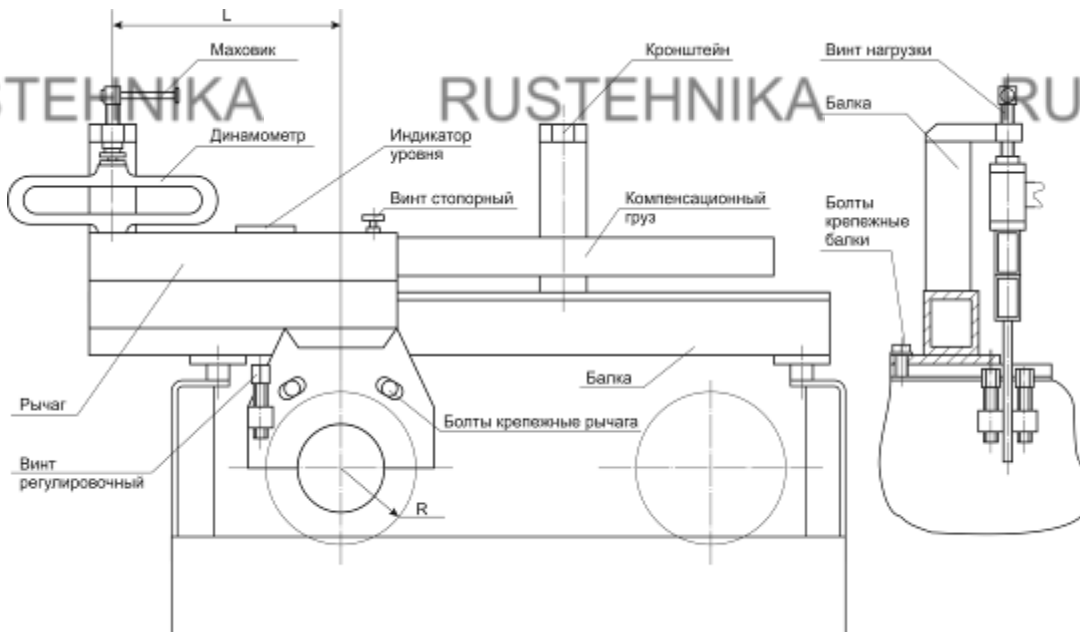

Рис.5. Устройство для поверки датчиков тормозной силы тормозного стенда СТМ 13000
б) снять верхнюю крышку роликовой установки (рис.5);
- а) снять верхнюю крышку роликовой установки (рис.5);